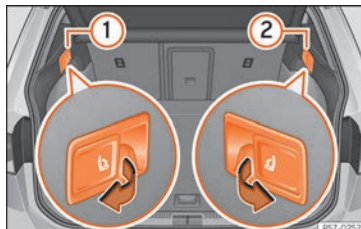

Abb. 124 Im Gepäckraum: Hebel zur Fernentriegelung* der Teile links ① und rechts ② von der Rücksitzlehne.
- Entriegelungshebel »» Abb. 124 von dem Lehnteil ziehen, der vorgeklappt werden soll.